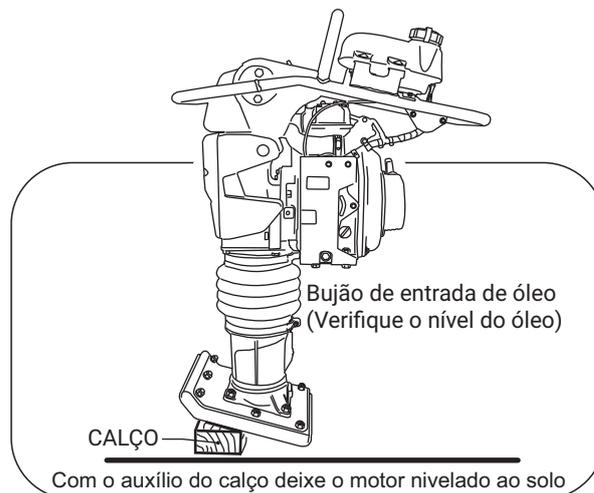

FIG. 04
- Verifique o nível de óleo. (Conforme Fig.04)